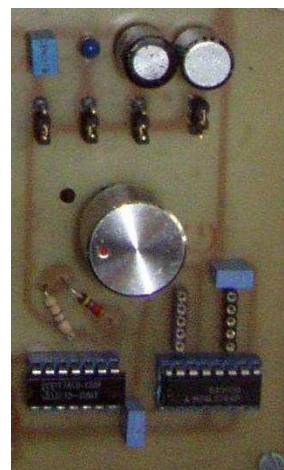

Fig. 3
- d. Generatore di clock con frequenza regolabile da 0,1Hz a circa 2KHz (fig. 3);